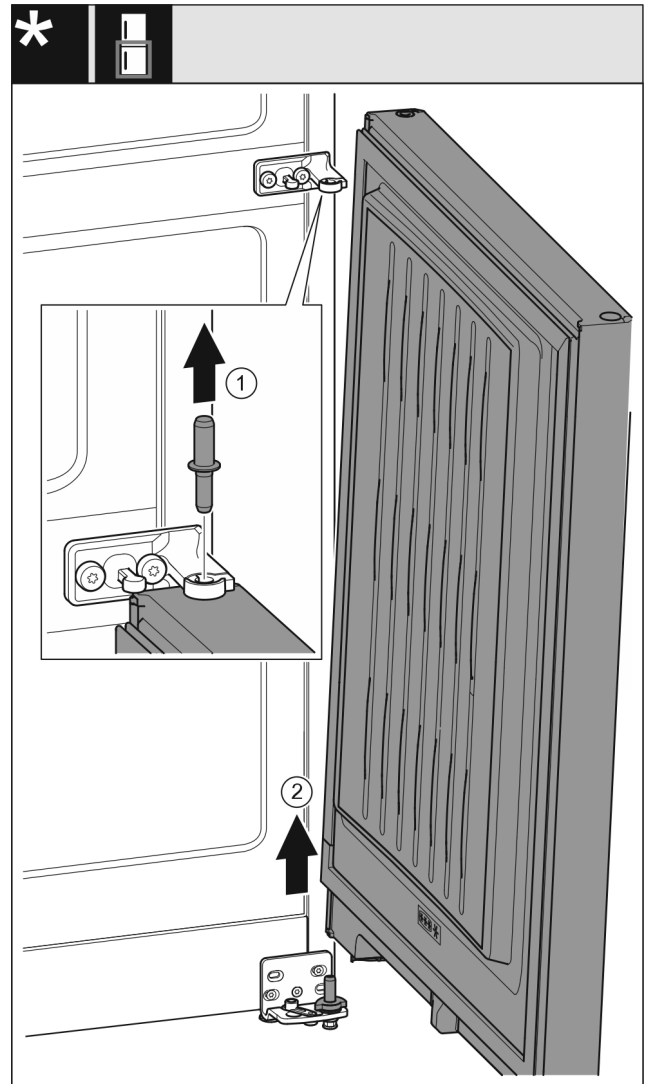

Fig. 10 Ohne Schließdämpfer
- ▶ Bolzen Fig. 10 (1) nach oben herausziehen.
- ▶ Tür Fig. 10 (2) herausschwenken, nach oben ziehen und beiseitestellen.